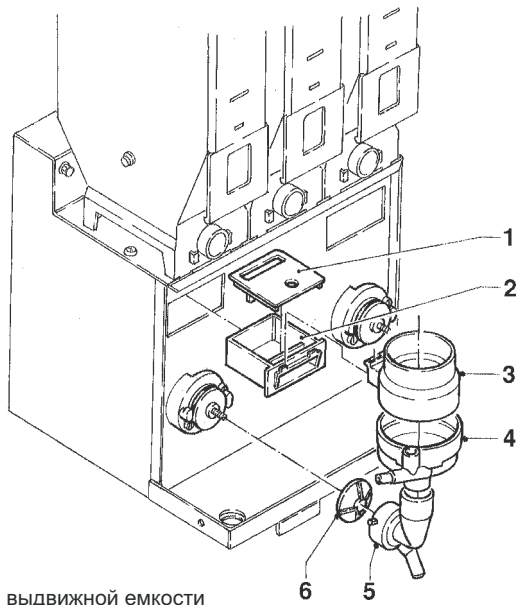

Рис. 7
- снимите воронки для порошка и воды, загрузчики, выдвижные емкости для хранения порошка и лопастные колеса миксеров с миксеров (см. Рис. 7);